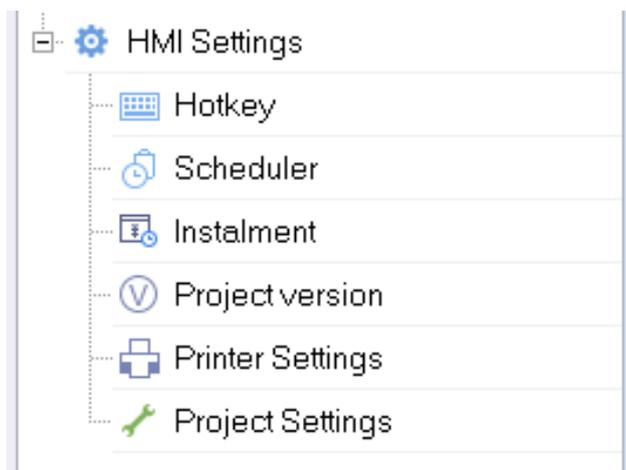

Рис. 3.4. Настройки InoTouchPad
5. Окно для добавления объектов на экран (рис. 3.4). Для того чтобы добавить объект, необходимо ЛКМ зажать и перенести на экран выбранный объект.